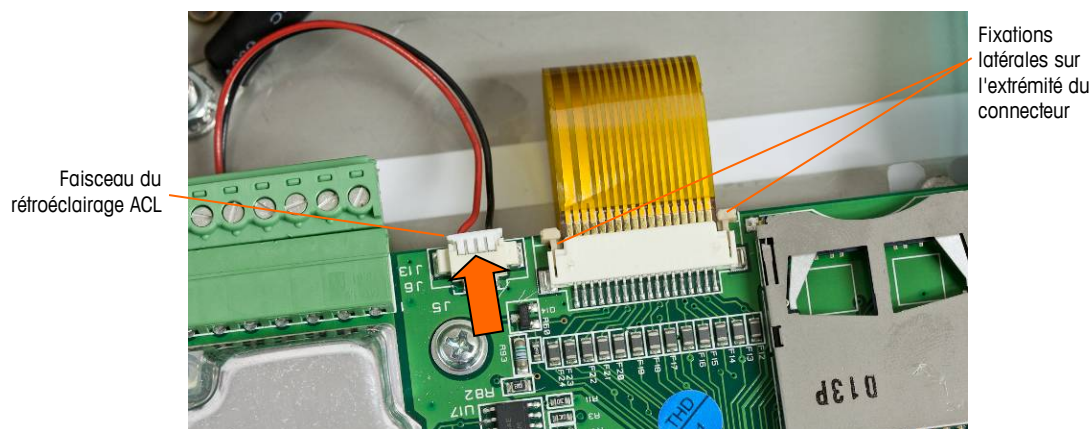

Figure 5-17 : Démontage du faisceau de l'affichage
2. Pour démonter le faisceau de la carte d'affichage, faites glisser avec précaution les deux extrémités en plastique des connecteurs sur la carte principale en les éloignant de son centre (libération de la tension sur le faisceau) et tirez sur le faisceau à partir du connecteur. Ceci est présenté sur la Figure 5-17.
3. Démontez le faisceau du rétroéclairage ACL (aussi présenté sur la Figure 5-17) en le tirant avec précaution hors de la carte par les extrémités gauche et droite du connecteur. Ne tirez pas sur les conducteurs au risque d'endommager le faisceau.